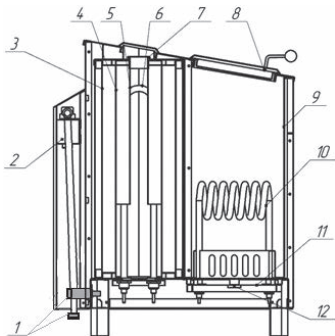

Рис. 3 Устройство ЭНУ
Через теплоизолированную емкость для воды (поз. 3, рис. 3, 4) проходит канал коробчатого сечения (поз. 4, рис. 3, 4), в котором установлены ТЭНы (поз. 6, рис. 3, 4). Нагрев воды до состояния кипения происходит за счет передачи тепла через стенки канала от ТЭНов к воде. Внутри канала имеются паропроводящие короба (поз. 5, рис. 3, 4), по которым пар подается в нижнюю часть канала, где смешивается с воздухом, поступающим в канал снизу. За счет конвективных потоков паровоздушная смесь устремляется вверх, нагреваясь до температуры 300-330 °С, выбрасывается в помещение через форсунку (поз. 7, рис. 3, 4). Заполнение емкости и ее дальнейшее пополнение водой осуществляется в автоматическом режиме через клапан со встроенным в него вводным фильтром (поз.2 рис. 3,4).
Блок нагрева камня представляет собой теплоизолированную емкость из стали (поз. 9, рис. 3, 4) с установленными в ней ТЭНами (поз. 10, рис. 3, 4). Внутри емкости закладывается камень для парообразования. В верхней части расположена теплоизолированная дверь/двери (поз. 8, рис. 3, 4), позволяющая либо направлять часть тепла на нагрев помещения (дверь открыта/двери открыты), либо использовать все тепло на нагрев массива камней (дверь закрыта/двери закрыты). ТЭНы установлены на основании (поз. 11, рис. 3, 4), снабженном биметаллическими термостатами (поз.12, рис. 3, 4), отключающими подачу напряжения на ТЭНы при достижении определенной температуры внутри емкости.
1.4.7 Обеспечение электрической печи водой осуществляется от внешней системы водоснабжения. Подача и слив воды осуществляются через заливной шланг и сливной штуцер (поз. 1, рис. 3, 4), расположенные на задней стенке электрической печи под съемным кожухом.